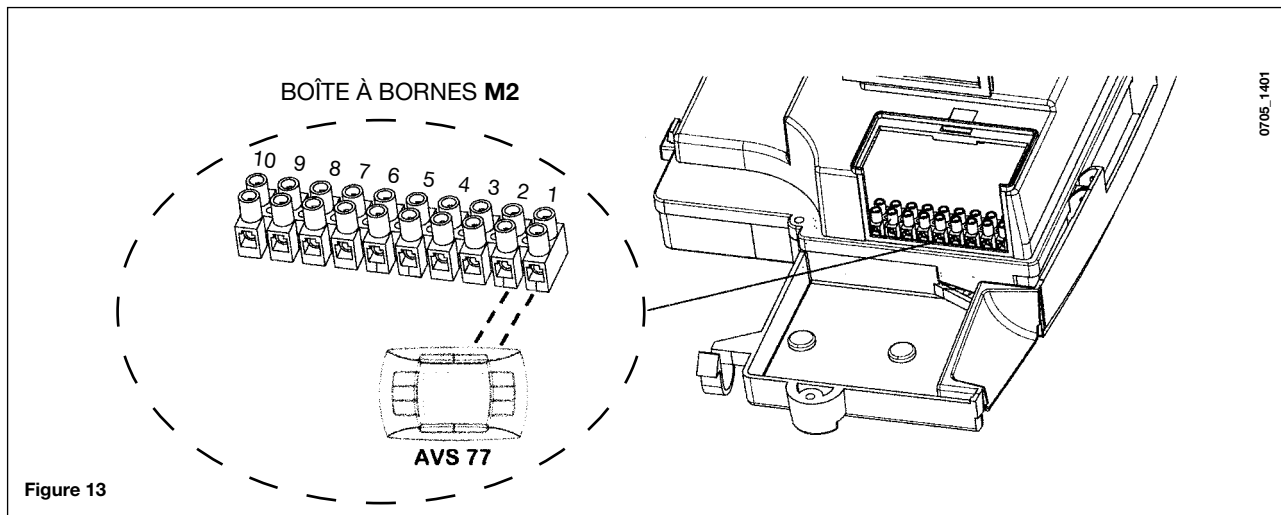

Figure 13
- Brancher les deux câbles provenant de la boîte à bornes **M2** de la chaudière (figure 13) comme le montre la figure C.
4. Installer les câbles de la boîte à bornes **M2** de la chaudière comme indiqué dans la figure 13;